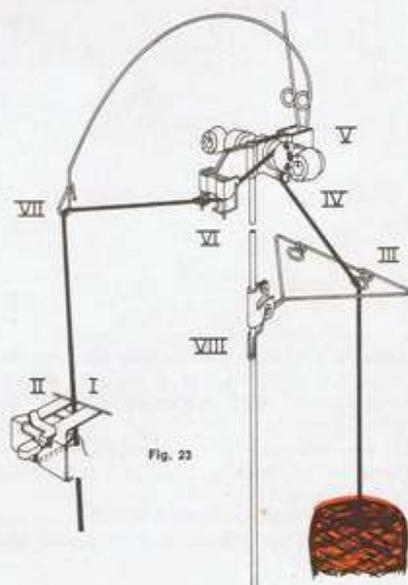

Fig. 23
2) ENFILAGE DE LA LAINE DANS LE PECHEUR (fig. 23)